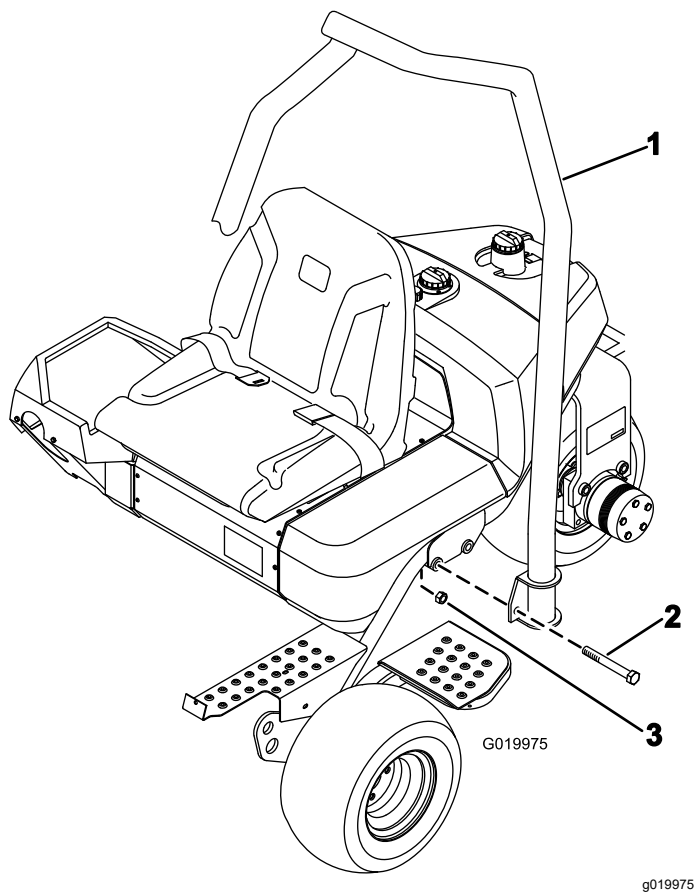

図 4
1. ROPS の上部の湾曲部が機体の前方を向くように ROPS を配置する図 4。
2. ROPS をフレームの上に降ろし、取り付け穴に整列させる 図 4。
3. ROPS の左右それぞれをフレームに固定するボルト 2本  $\frac{5}{8}$  x  $4\frac{1}{2}$ " と、ロックナットを 図 4 のように使用する。